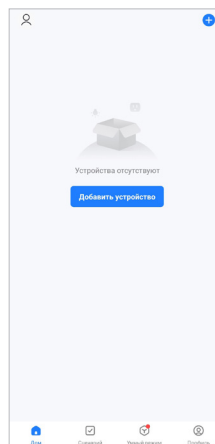

Рис. 3-1
- 3.2. Затем перейдите на страницу приложения (рис. 3-1) и нажмите «Добавить устройство» или «+» в правом верхнем углу, чтобы добавить свое устройство.